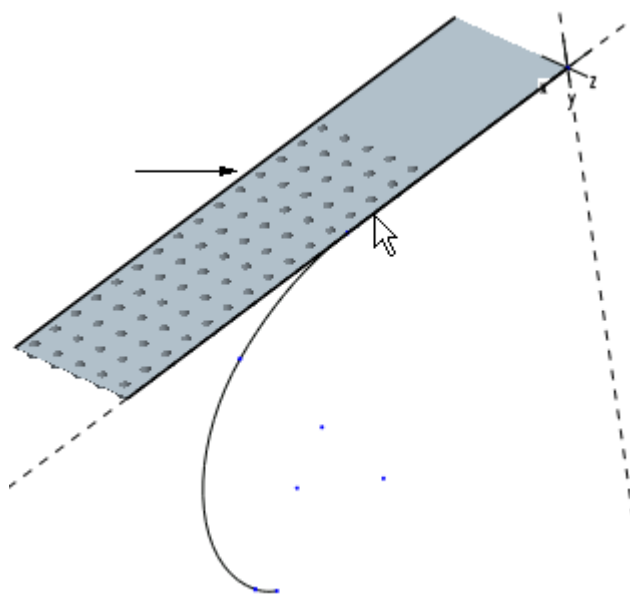

图 37-20
(7) 单击草绘工具栏中的 ，完成折弯曲线绘制，系统提示“选择两平行面定义折弯长度”，选择图 37-20 中箭头指示的长方体两侧面定义折弯长度。